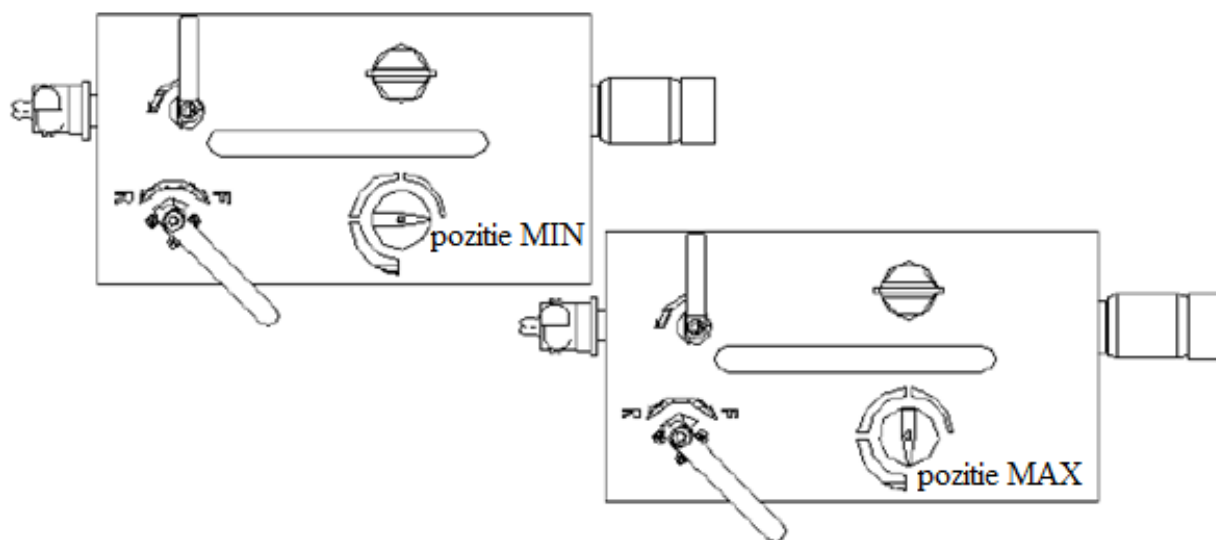

Figura 10.1.1
- Porniți racheta pentru 20 de secunde cu lubrifiere maximă (Figura 10.1.1) - (butonul de lubrifiant setat la MAX)
- Folosind aer comprimat, curatati furtunul de nisip, ulei si apa, cu supapa de lubrifiere in pozitie inchisa (Figura 10.1.1).